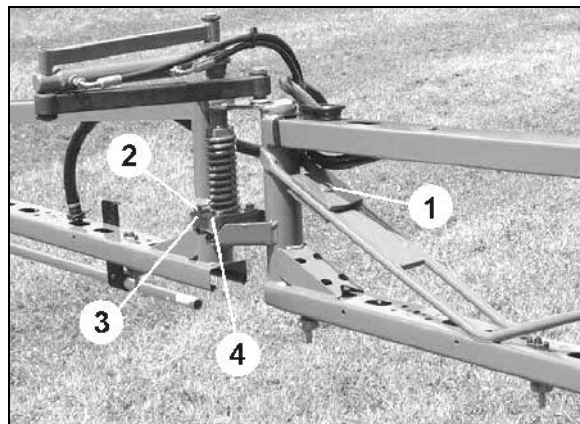

Fig. 126
Hvis dette ikke er tilfældet, skal der ved **frigjort** svingningsudligning foretages justering af udklappede bom vha. kontravægte (Fig. 126/1). Kontravægtene fastgøres tilsvarende på udlæggeren.
1. Skruerne (Fig. 126/2) til fastgørelseslasken (Fig. 126/3) løsnes. Indstillingen foregår direkte på plastkloen (Fig. 126/4) via langhullerne på fastgørelseslasken.
3. Bolten (Fig. 126/2) spændes.